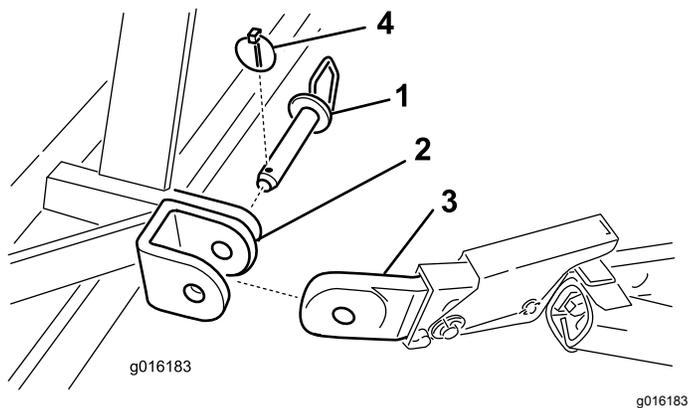

Рисунок 4
5. Закрепите рычаги нижней тяги на монтажных кронштейнах азратора с помощью пальцев сцепного устройства и шплинтов с кольцом (Рисунок 4).